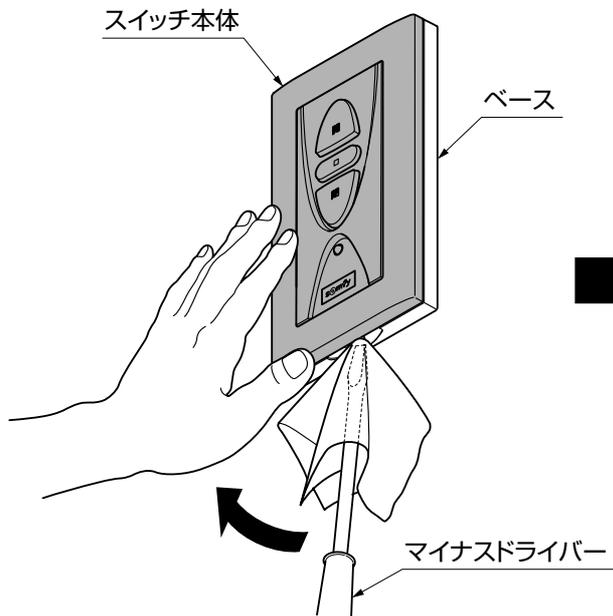

図10-1
- ①ワイヤレス壁スイッチのスイッチ本体を外してください。
- ②ワイヤレス壁スイッチの下部の溝に布をかぶせたマイナスドライバー等を差込み、スイッチ本体を押し上げてください。(図10-1参照)